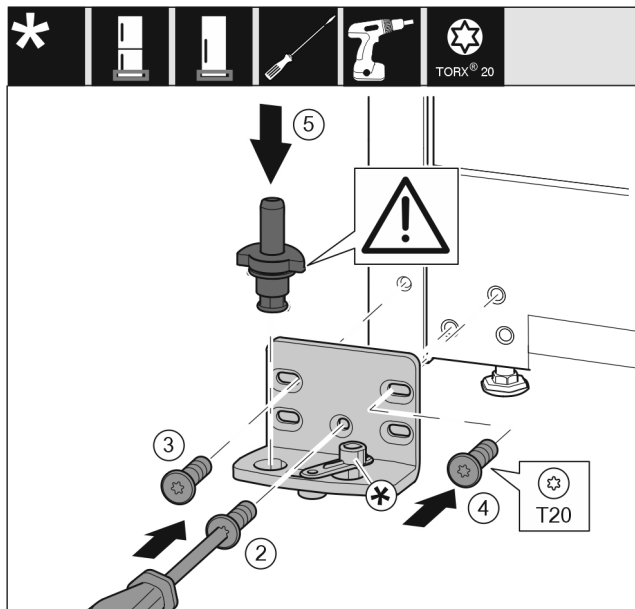

Fig. 17
- ▶ Ležajni podstavek namestite na drugo stran in privijte s pomočjo izvijača T20. Pričnite z vijakom 2 spodaj na sredini. Fig. 17 (2)
- ▶ Privijte vijaka 3 in 4. Fig. 17 (3,4)
- ▶ V celoti vstavite ležajni sornik. Pri tem pazite na to, da je zaskočni zapah obrnjen nazaj. Fig. 17 (5)